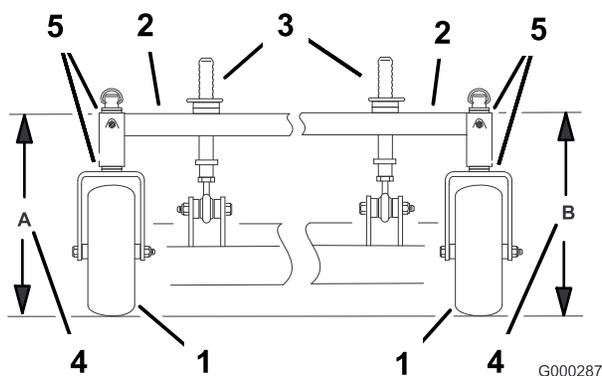

Figura 55
4. Misurate l'altezza del telaio portante al punto **A** (Figura 55).
5. Misurate l'altezza del telaio portante al punto **B** (Figura 55).